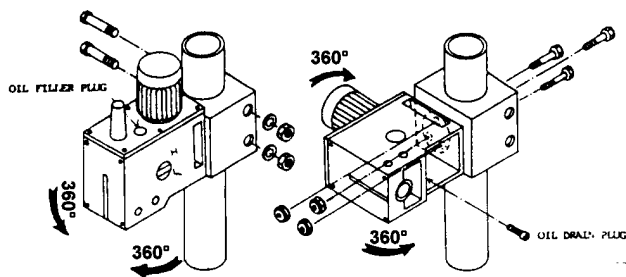

Fig. 1
2. Vær sikker på fast fodfæste når denne 300 kg tunge maskine flyttes, brug kun svært fiberbælte til løft af maskinen (fig. 1).
- a) Hovedet løftes og sænkes ved at løsne de to låsemøtrikker vist på fig. 1. Brug håndtaget på venstre side for at sænke og løfte hovedet på dets tandstang og drev. Når den ønskede højde er opnået fæstnes boltene for at undgå vibration.
Vip hovedet som vist i fig. 1. Åbn olieafløbet for at olie kan løbe fuldstændig væk fra åbningen. Luk derefter olieafløbet og drej hovedet i opretstående stilling. Flyt derefter oliepåfyldningshanen, fyld olie på gearkassen (Q8 GOYA 150) indtil oliegearstangen når op til midten af olieskiftindikatoren. Sæt derefter proppen i.